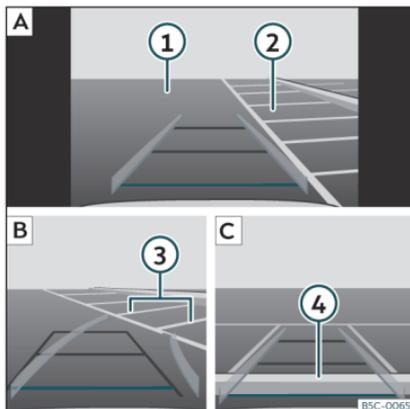

Fig. 177 Affichage à l'écran du système d'infodivertissement : stationner avec l'assistant de marche arrière.
Légende de la **fig. 177** :
- Placez le véhicule en face de la place de stationnement >>> **fig. 177** **2** **A**.